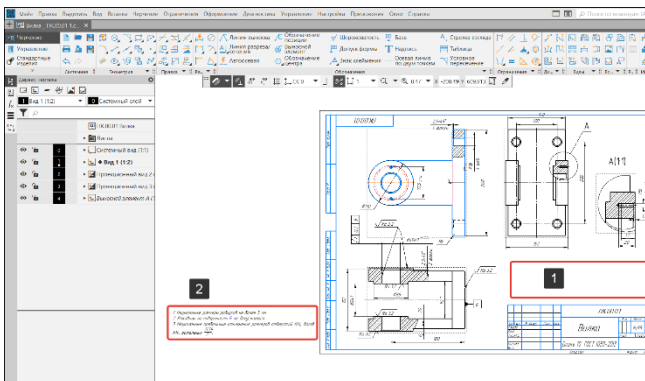

Рисунок 274 – Технические требования на чертеже
Как только будут сохранены технические требования они появятся над штампом на поле чертежа. Если над штампом недостаточно места для размещения технических требований, они будут расположены за рамкой (актуально для формата А4) либо рядом (Рисунок 274).
После заполнения и сохранения технических требований, они автоматически появятся на чертеже над штампом (1) согласно ЕСКД. Если места над штампом недостаточно, технические требования будут размещены за рамкой чертежа (2) (для формата А4) либо рядом со штампом (Рисунок 274).